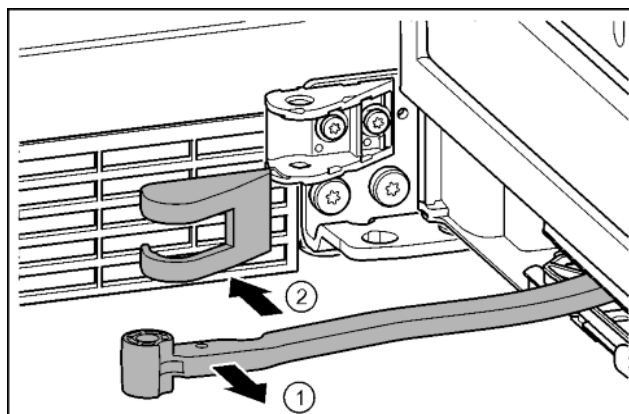

Fig. 15
- ▶ Scharnier in de richting van de deur draaien. Fig. 15 (1)
- ▶ Afdekking van de lagerbus verwijderen. *Fig. 15 (2)*